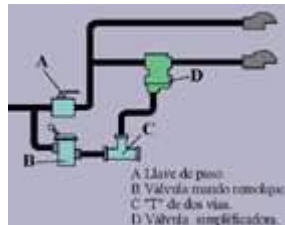

Fig. 51
- Circuito de freno con mando a distancia del remolque **(fig. 51)**.
### Circuito de freno con mando a distancia del remolque (fig. 51)